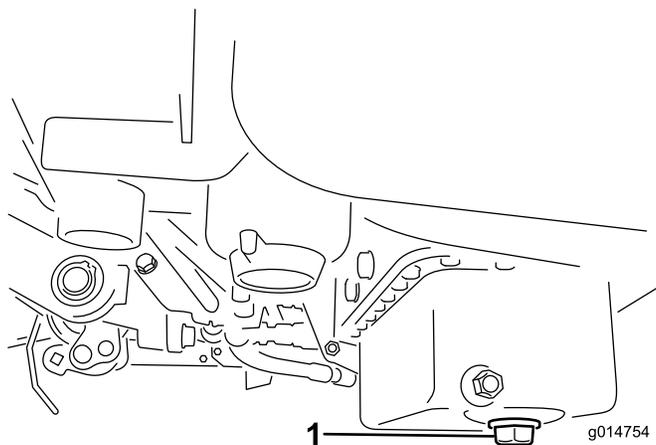

Figure 47
1. Retirez le bouchon de vidange et laissez couler l'huile dans un bac de vidange. Remettez le bouchon quand la vidange est terminée (Figure 47).